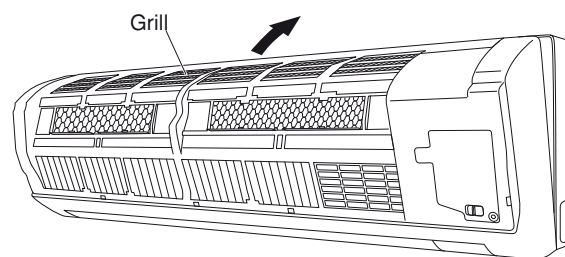
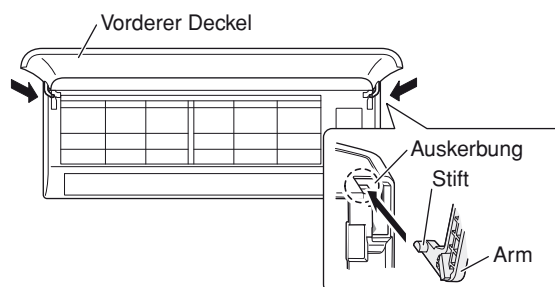

Abb. 18b-2
Abb. 18c-2
- (1) Beim Einbau des Grills ist die Unterseite des Grills zuerst in den Rahmen einzusetzen (Abb. 18b-2). Führen Sie danach die Laschen auf der Oberseite des Grills sowie die Laschen auf der Vorderseite in den Rahmen ein.
- (2) Stellen Sie sicher, daß die Laschen am Grill gut in den Rahmen eingerastet sind.
- (3) Den Luftauslass fest mit der Hand andrücken, um sicherzustellen, dass sich zwischen der Haupteinheit und dem Lufteinlassgrill kein Abstand befindet.
- (4) Ziehen Sie die 3 Schrauben wieder fest und schließen Sie die Schraubenabdeckungen.
- (5) Halten Sie die beiden Teile in unmittelbarer Nähe der vorderen Deckelarme fest, halten Sie den Deckel so, dass er sich in fast horizontaler Stellung befindet, und setzen Sie dann die Armwellen in die Auskerbungen rechts und links an der Klimaanlage ein. Drücken Sie danach den Deckel hinein, bis die Wellen hörbar einrasten (Abb. 18c-2).